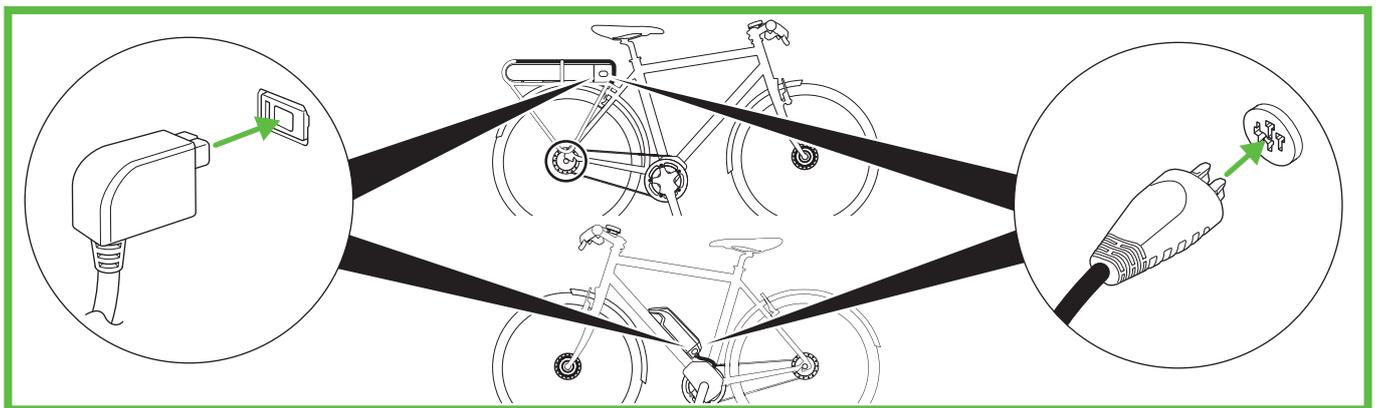

Abb. 2: Bosch/Shimano-Stecker anschließen
- ▶ Schließen Sie das jeweilige Kabel an den LEV-Akku an (Abb. 2).